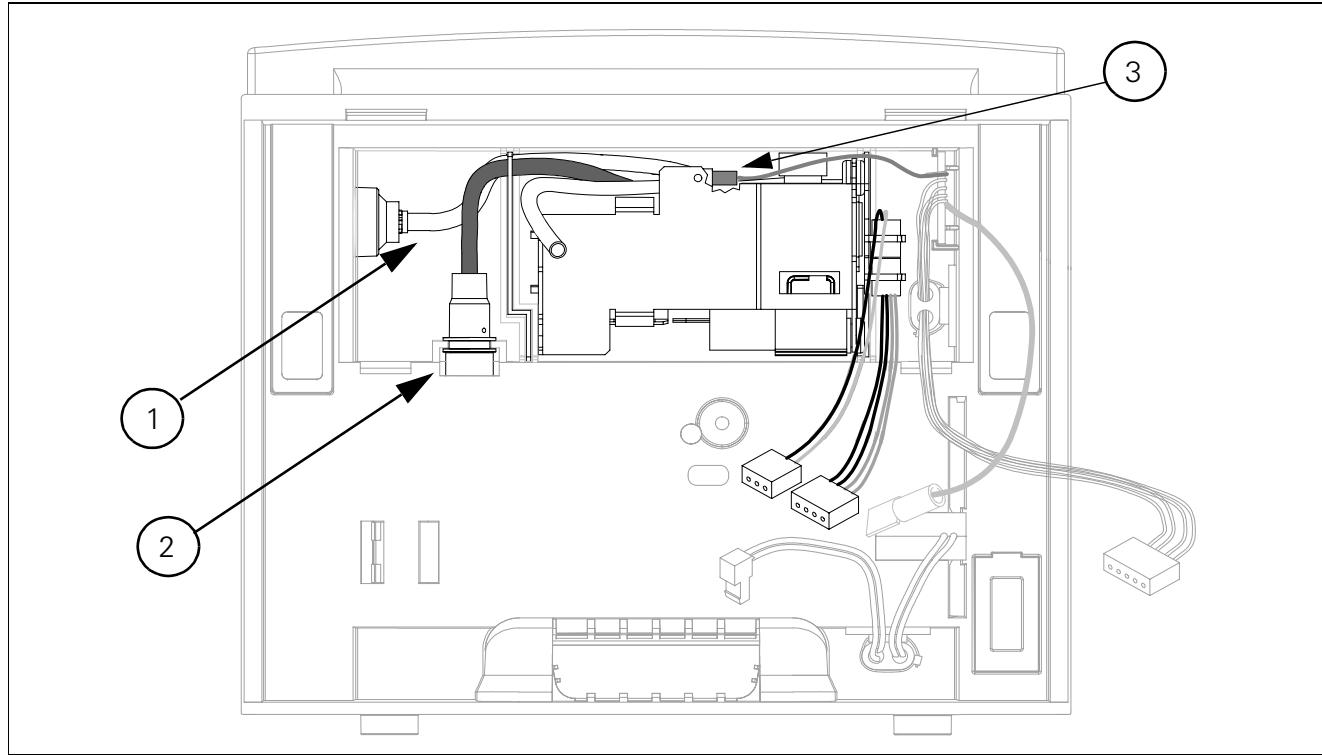
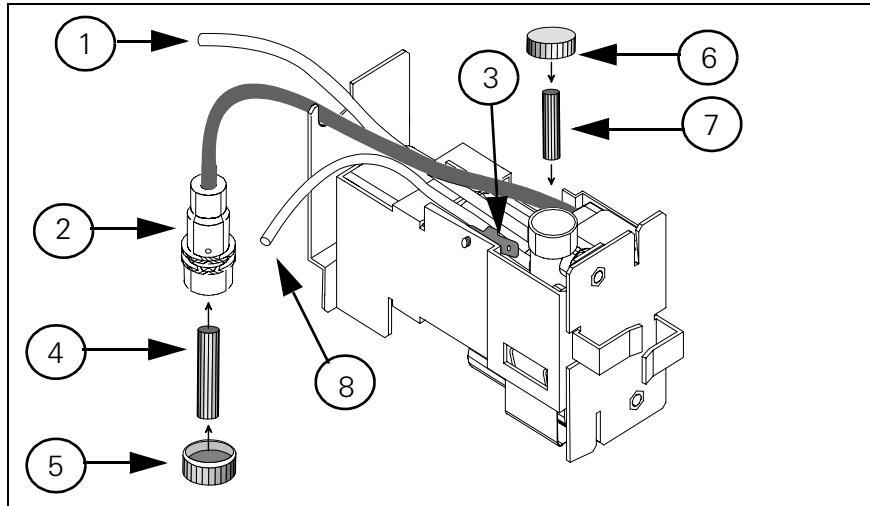

Abbildung 3-23 Lage der NBP-Einheit im Rückteil
Abbildung 3-25 NBP-Einheit (mit ausgebauten Filtern)
Siehe Abbildung 3-23 und Abbildung 3-25 auf Seite 80. Bauen Sie die NBP-Einheit wie folgt aus:
- 1) Verlegen Sie die Luftsäume der NPB-Einheit, wie in Abbildung 3-25 dargestellt, und schieben Sie die NBP-Einheit in die Führungsschienen im NBP-Hohlraum im Rückteil.
Es gibt zwei NBP-Luftfilter: einen Luftaufnahme-Filter (④ in Abbildung 3-25) und einen Verteilerfilter (⑦ in Abbildung 3-25). Der erste ist extern von oben durch eine Öffnung im Batteriefach zu erreichen, der zweite befindet sich in der Verteilerfilter-Einheit.
- 2) Entfernen Sie die Plastikkappe vom Luftaufnahme-Filter (⑥ in Abbildung 3-25) durch die Öffnung oben im Batteriefach.
- 2) Entfernen Sie die Plastikkappe (⑥ in Abbildung 3-25) auf dem Verteilerfilter.